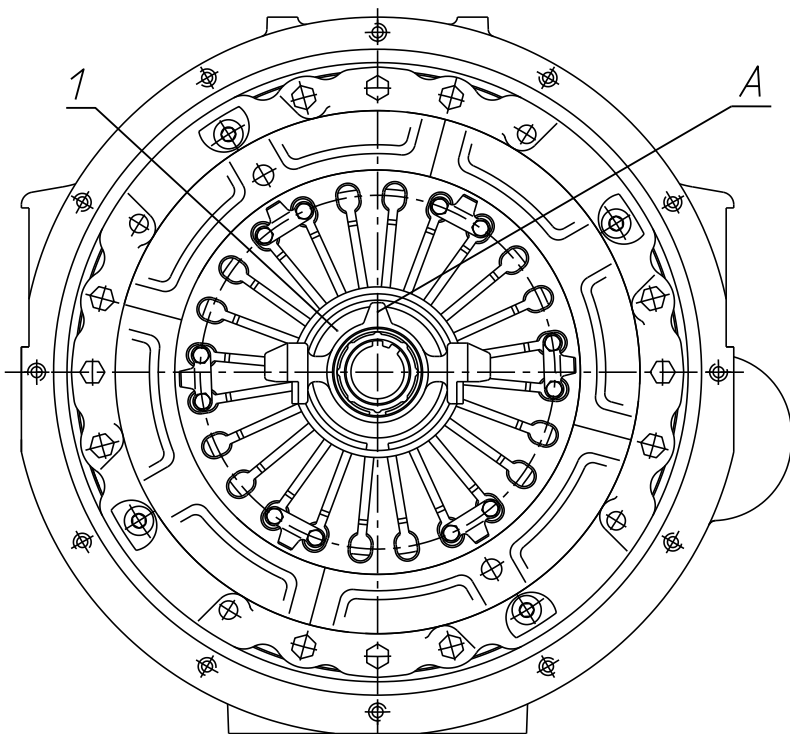

Рис. 154. Положение муфты выключения сцепления на нажимном комплекте
5. С помощью специальной оправки, установленной на центрирующую оправку ведомого диска, сцентрировать муфту выключения сцепления 1 и развернуть её, как показано на рис. 154 (положение выступа А). Допускается угловое отклонение установки выступа А не более 10°.